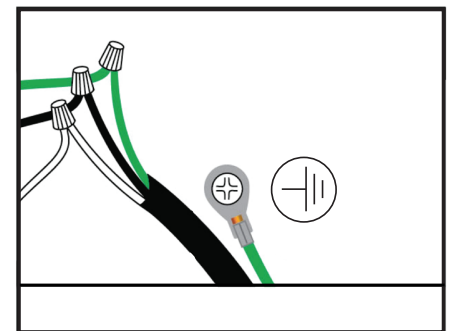

Figure 7
- Branchez le câble au câblage de la hotte (voir figure 7).